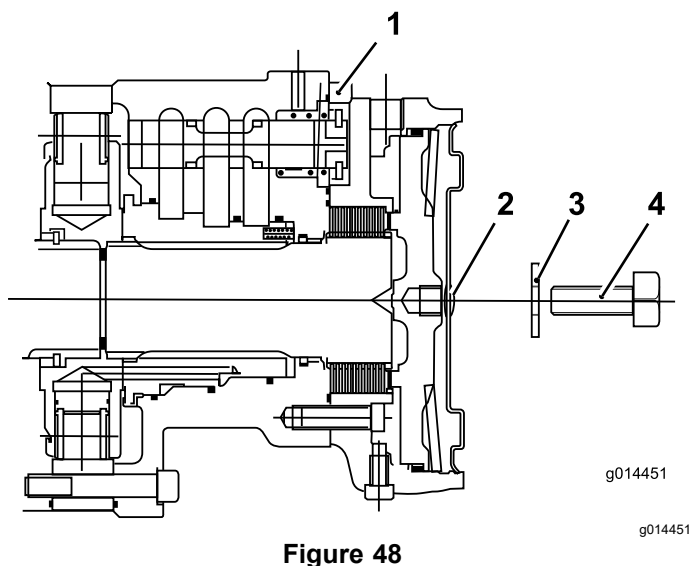

**Figure 47**
3. Fermez la vanne de dérivation de la pompe de transmission (Figure 47) en la tournant dans le sens horaire.